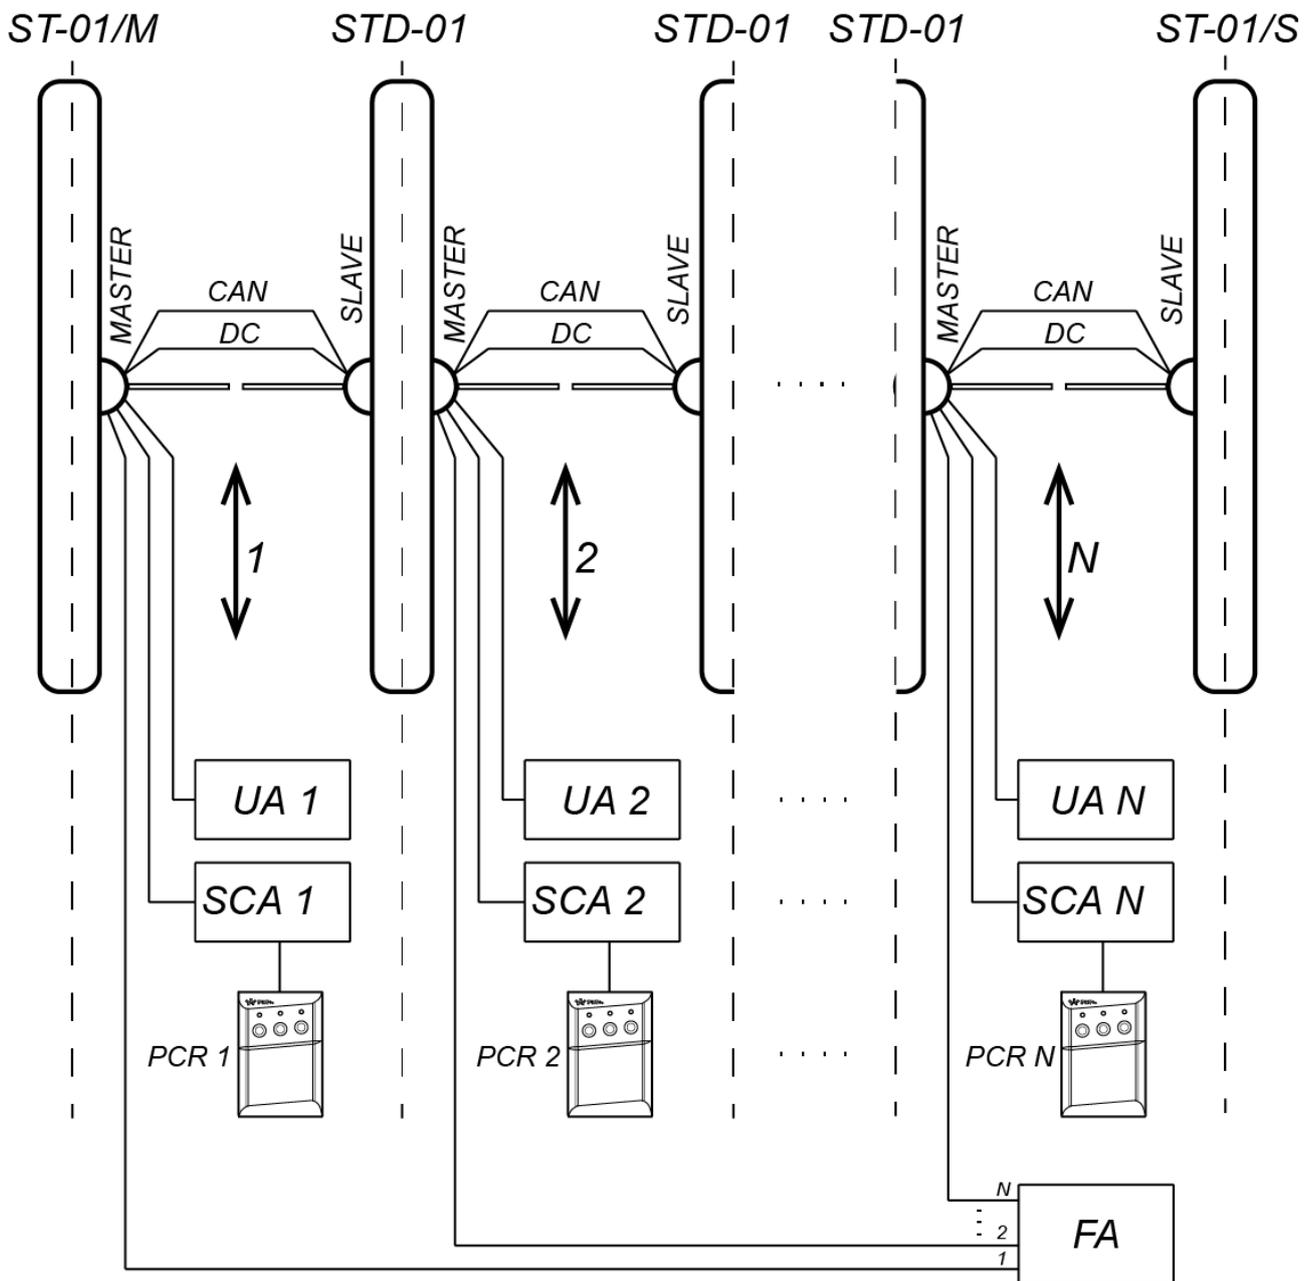
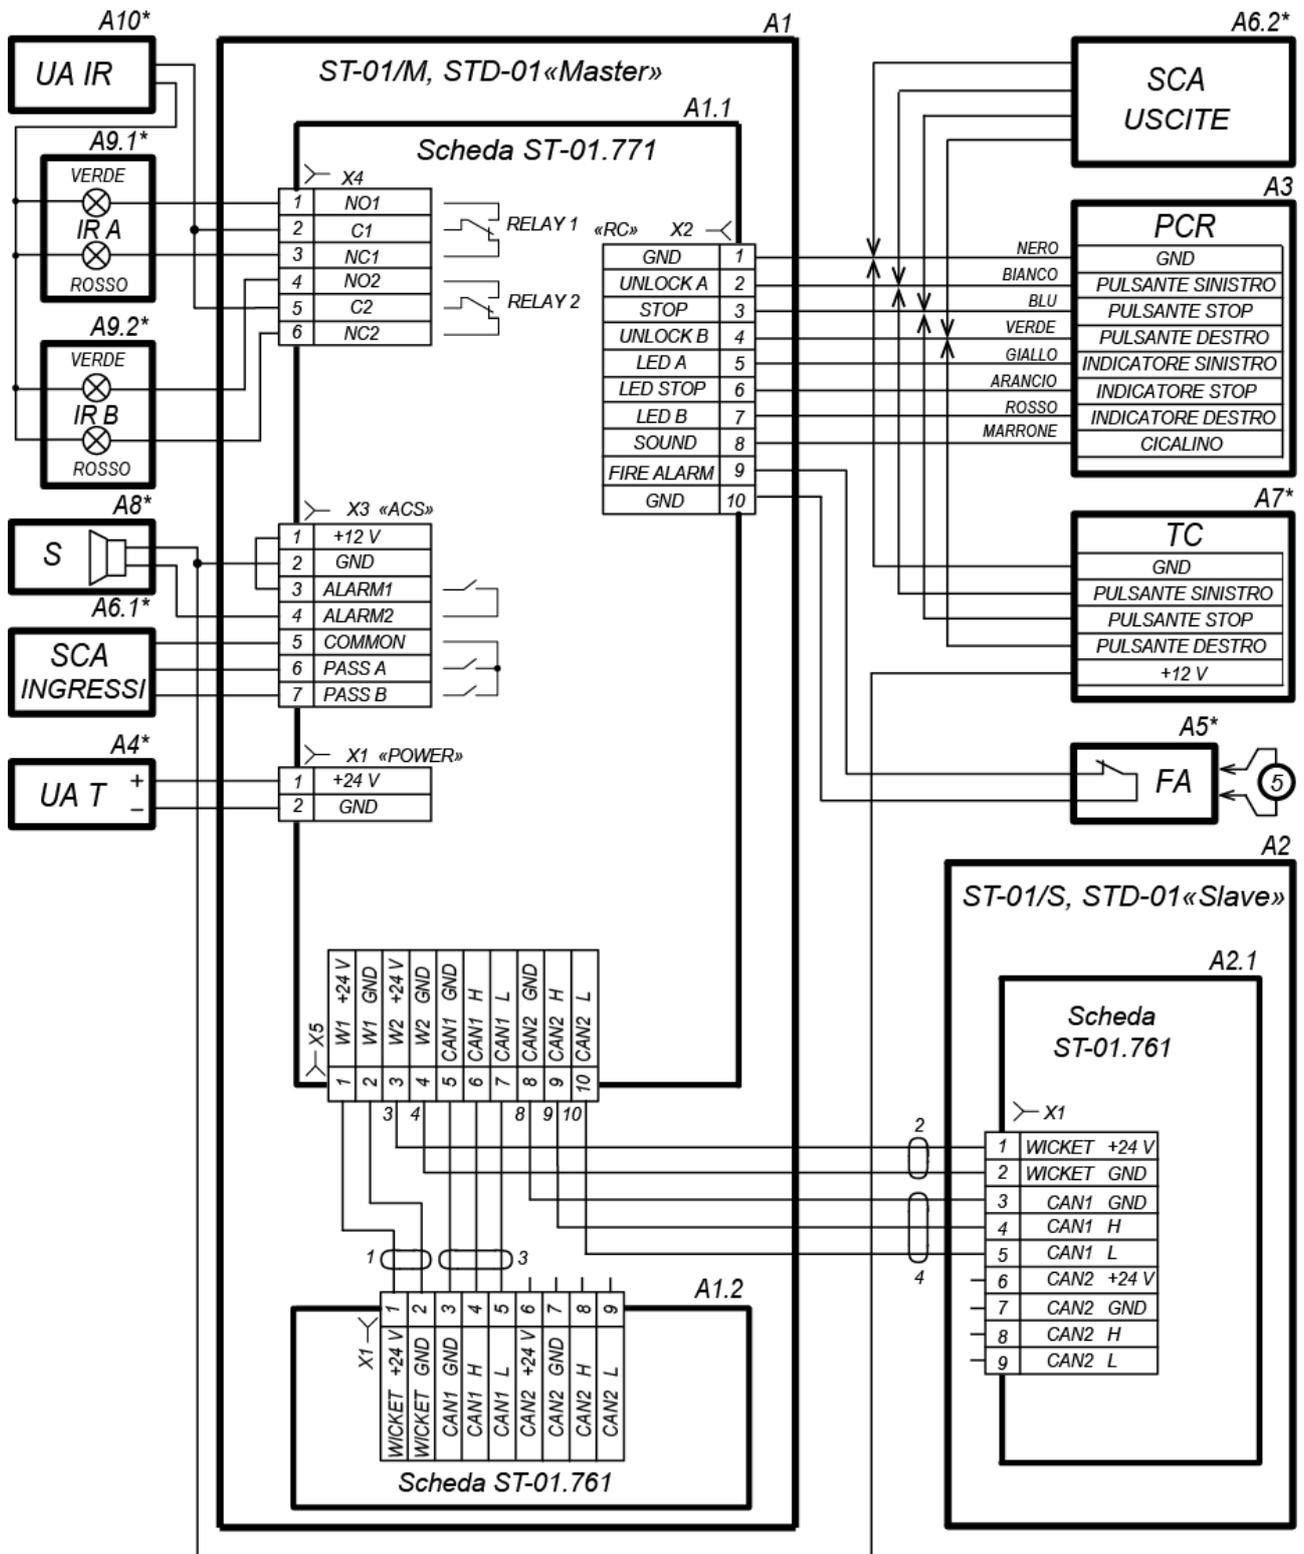

Fig. 16. Layout di connessioni del tornello *ST-01* e delle sezioni bilaterali *STD-01* per organizzazione di un punto di checkpoint con alcune zone di passaggio
Fig. 17. Layout di connessioni elettriche del tornello
Il layout di connessioni elettriche del tornello è riportato in Fig. 17. I tipi dei cavi, che vanno usati durante il montaggio sono specificati in Tabella 4. Il Fig. 16 dimostra l'esempio del layout di connessione del tornello e delle sezioni bilaterali se deve essere organizzato il checkpoint con alcune zone di passaggio.
Nel caso se non è possibile usare la posa dei cavi con conduttore si può distendere dei cavi DC e CAN subito prima di iniziare l'installazione delle sezioni. Questi cavi si trovano nel montante centrale della sezione (del lato della sezione) *Slave* giu sotto la piastra di copertura. Per questo bisogna disimballare la sezione *Slave*, togliere la piastra di copertura del montante centrale (rif. Fig. 18), tirare fuori dei cavi DN e CAN e staccarli dalla Scheda di controllo del motore elettrico. Sulle punte delle anime dei cavi ci sono marcati dei numeri che corrispondono al Layout di connessioni elettriche (Fig. 17).
24. Connettere i cavi alla Scheda logica del tornello alloggiata nella parte inferiore del montante centrale della sezione *Master* in conformità con il layout di connessioni elettriche del tornello (rif. Fig. 8 e Fig. 17).